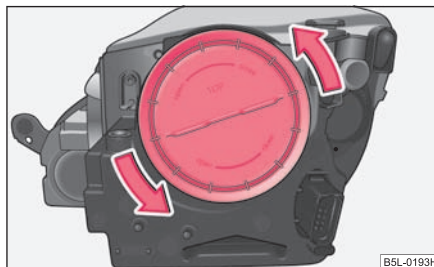

Fig. 238 Scoaterea capacului
- Rotiți capacul de protecție în sensul indicat de săgeata **OPEN (deschidere)** ⇒ fig. 238 și scoateți-l.
- Decuplați ștercărul (A).
- Apăsăți mânerul din sarmă (B) în jos, până când acestea se desprind din poziția fixată.
- Scoateți becul (C) și montați-l pe cel nou, astfel încât elementele de fixare ale soclului să intre în orificiile din reflector.